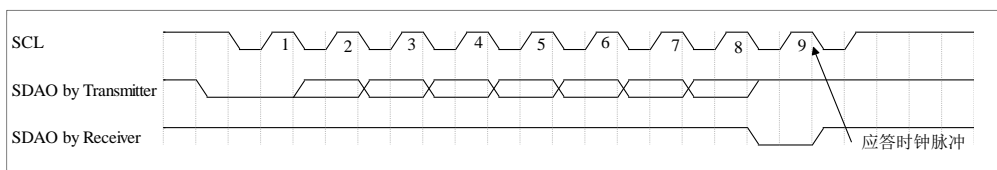
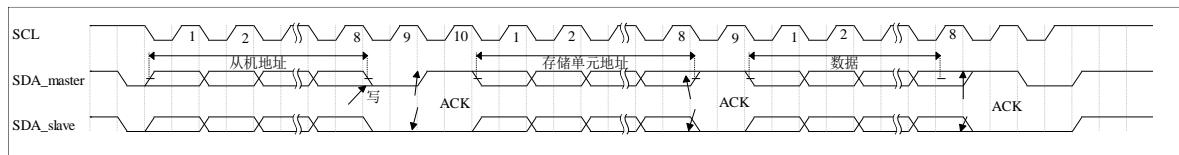
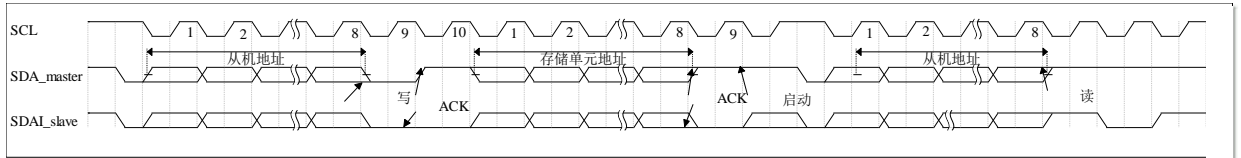
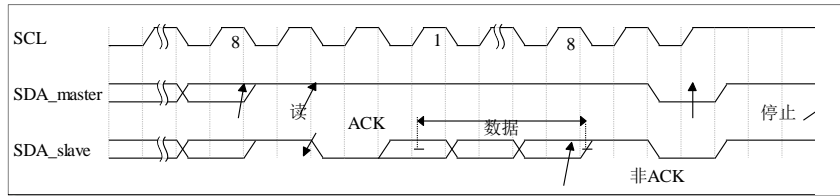

图 12-2 I2C 总线上应答时序图
图 12-3 I2C 写数据时序图
图 12-4 I2C 读指定地址数据的时序图 1
图 12-5 I2C 读指定地址数据的时序图 2 (时序接着上图)
- (1) 总线非忙状态 (A 段)：该段内的数据线 (SDA) 和时钟线 (SCL) 都保持高电平。
- (2) 启动数据传输 (B 段)：当时钟线 (SCL) 为高电平状态时，数据线 (SDA) 由高电平变为低电平的下降沿被认为是“启动”信号。只有出现“启动”信号后，其它的命令才有效。
- (3) 停止数据传输 (C 段)：当时钟线 (SCL) 为高电平状态时，数据线 (SDA) 由低电平变为高电平的上升沿被认为是“停止”信号。随着“停止”信号的出现，所有的外部操作都结束。
- (4) 数据有效 (D 段)：在出现“启动”信号后，在时钟线 (SCL) 为高电平状态时，数据线是稳定的，这时数据线的状态就是要传送的数据。数据线 (SDA) 上数据的改变必须在时钟线为低电平期间完成，每位数据占用一个时钟脉冲。每个数据传输都是由“启动”信号开始，结束于“停止”信号。
- (5) 应答信号：在接收到一个字节的的数据后，通常需要发出一个应答信号。在发出一个字节的的数据后，通常需要接收一个应答信号。发送方在应答时钟脉冲期间释放 SDA 线，接收方拉低 SDA 线，并且在 SCL 的高脉冲期间保持为 0，如图 12-2 所示。I2C 读写控制器必须有产生一个与这个应答位相联系的额外的时钟脉冲。在读操作中，读写控制器对 I2C 完成的最后一个字节不产生应答位，但是会有一个结束信号。
发送方：满足启动条件后，从 SDA 线先后串行写入 I2C_CTRL[i2c_saddr], I2C_CTRL[i2c_r_wn] = 0 写操作，应答，I2C_CTRL[i2c_maddr]，应答和 I2C_CTRL[i2c_data]、应答，最后是停止信号。参考图 12-3 I2C 写数据时序图。
满足启动条件后，从 SDA 线先后串行写入 I2C_CTRL[i2c_saddr]，I2C_CTRL[i2c_r_wn]=0 写操作，应答信号，I2C_CTRL[i2c_maddr]，应答。重新启动，I2C_CTRL[i2c_saddr]，I2C_CTRL[i2c_r_wn]=1 读操作，应答。接收方回复读取的数据 I2C_CTRL[i2c_data]，非应答，最后是停止信号。参考图 12-4 和图 12-5。
在数据传输过程中，若没有应答或产生其他错误，i2c_error 标志将被置位，如果设置 I2C_CTRL 寄存器中的 i2c_error_en 位，将产生中断。图 12-2 是 I2C 应答时序图，图 12-3 和图 12-4 分别是 I2C 的写数据和读指定地址数据的时序图。